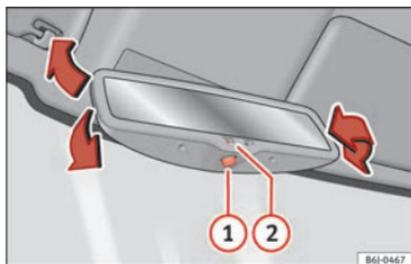

Fig. 17
Activer la fonction photosensible automatique : appuyez sur le bouton ① » fig. 17. Le témoin ② s'allume, et le rétroviseur s'obscurcit en présence de lumière.
Désactiver la fonction photosensible automatique : appuyez sur le bouton ① » fig. 17. Le témoin ② s'éteint.